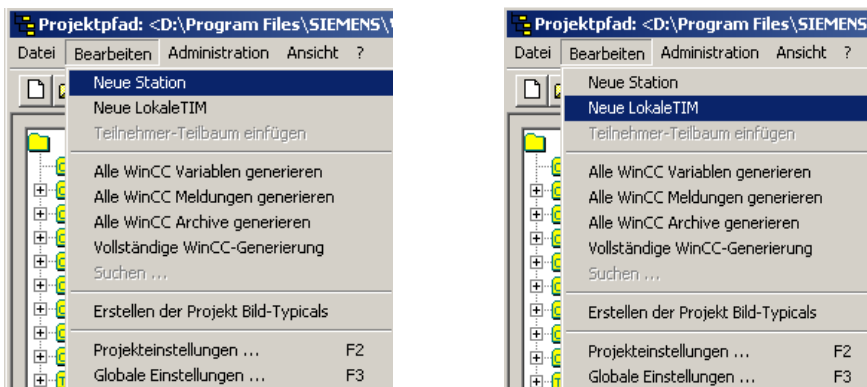

Bild 4-37 Einrichten eines SINAUT-Teilnehmers
1. Selektieren Sie mit der linken Maustaste die Schaltfläche *Bearbeiten* und öffnen Sie das Auswahlménü (siehe Bild 4-37).